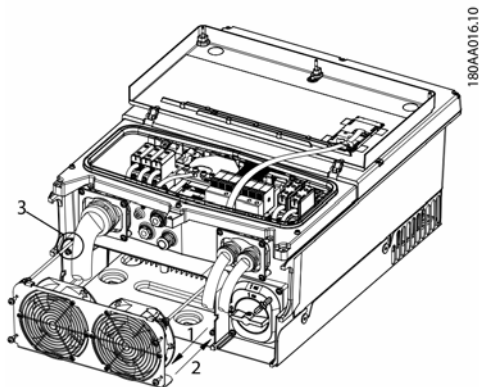

Figura 1.4
- Estrarre il gruppo ventola. V. i punti (1) e (3) nella figura 1.4.
- Inserire i 2 cavi neri nelle aperture sul fondo dell'inverter facendo passare 1 cavo su ciascun lato. V. il punto (3) nella figura 1.4.
- Inserire il nuovo gruppo ventola. V. il punto (2) nella figura 1.4. Far passare il cavo all'interno dell'inverter premendo il gruppo ventola dentro all'involucro. Serrare le 4 viti (2,5 Nm).